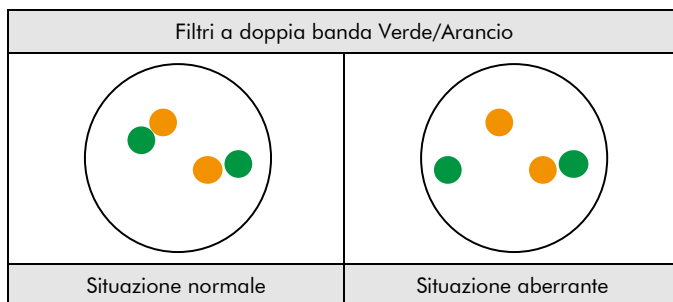

Fig. 2: Risultati attesi in situazione normale e aberrante
**Situazione normale:** nelle interfasi di cellule normali o cellule senza una traslocazione che coinvolge la regione del gene CFBF, compaiono due segnali di fusione verdi/arancioni (vedere Fig. 2).
**Situazione aberrante:** Una regione del gene CFBF interessata da una traslocazione è evidenziata da due segnali separati, di cui uno verde e uno arancione (vedere Fig. 2).